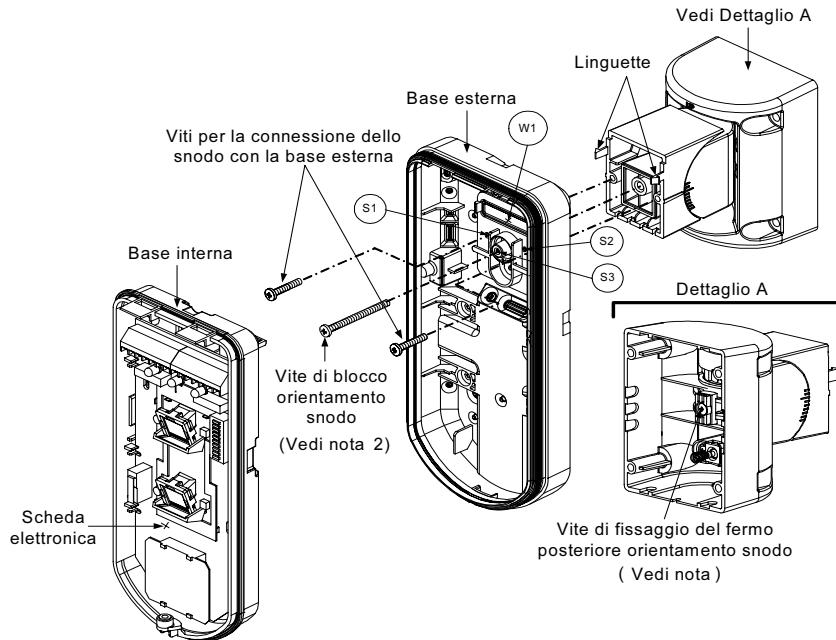

Figura 7
4. Fissare la base esterna allo snodo con due viti tramite le predisposizioni S1 e S2 (Figura 7).
5. Inserire nello snodo standard la vite (fornita) di fissaggio ad angolo facendola passare dalla base esterna attraverso il foro a sfondare S3 (Figura 7).
Quando i punti marcati delle due parti mobili sono allineati (figura 7), lo snodo standard si trova in posizione 0°. Ogni "click" verticale da questa posizione corrisponde ad un incremento / decremento di 5°.